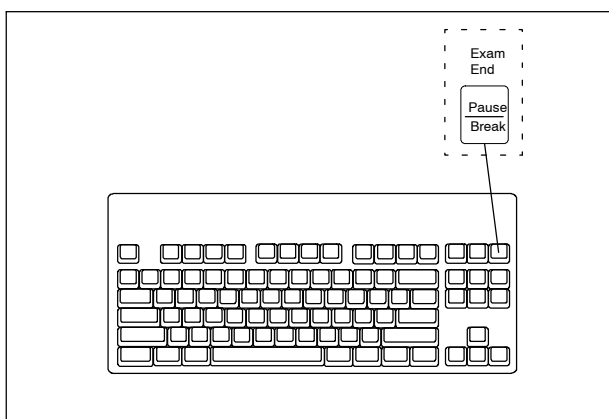
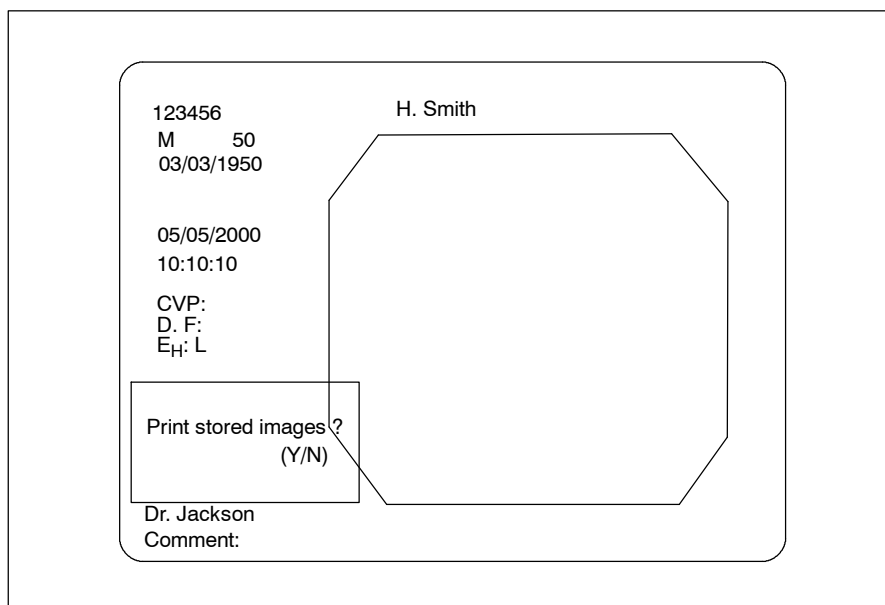

Figura 6.64
Figura 6.65
1. Pulse la tecla "Exam End" en el teclado (ver figura 6.64). En la parte inferior de la pantalla aparecerá la pregunta "Print stored image(s)? Y/N" (¿Desea imprimir las imágenes guardadas? Si/No) (ver figura 6.65). Si pulsa "Y" las imágenes almacenadas en la memoria de la impresora se imprimirán y a continuación desaparecerán de la pantalla los datos del paciente. Si pulsa "N" sólo desaparecerán de la pantalla los datos del paciente.